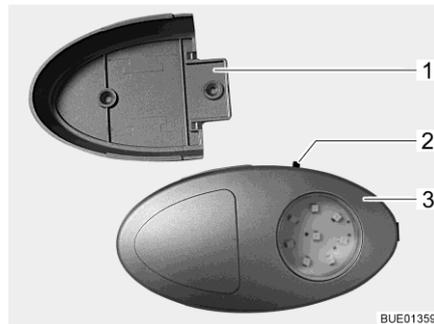

Bild 81 Kleiderschrankleuchte/Taschenlampe
- ▷ Die Kleiderschrankleuchte kann aus der verschraubten Halterung (Bild 81,1) herausgezogen und als Taschenlampe verwendet werden.
Der Ein-/Ausschalter (Bild 81,2) ist direkt an der Kleiderschrankleuchte (Bild 81,3) angebracht.